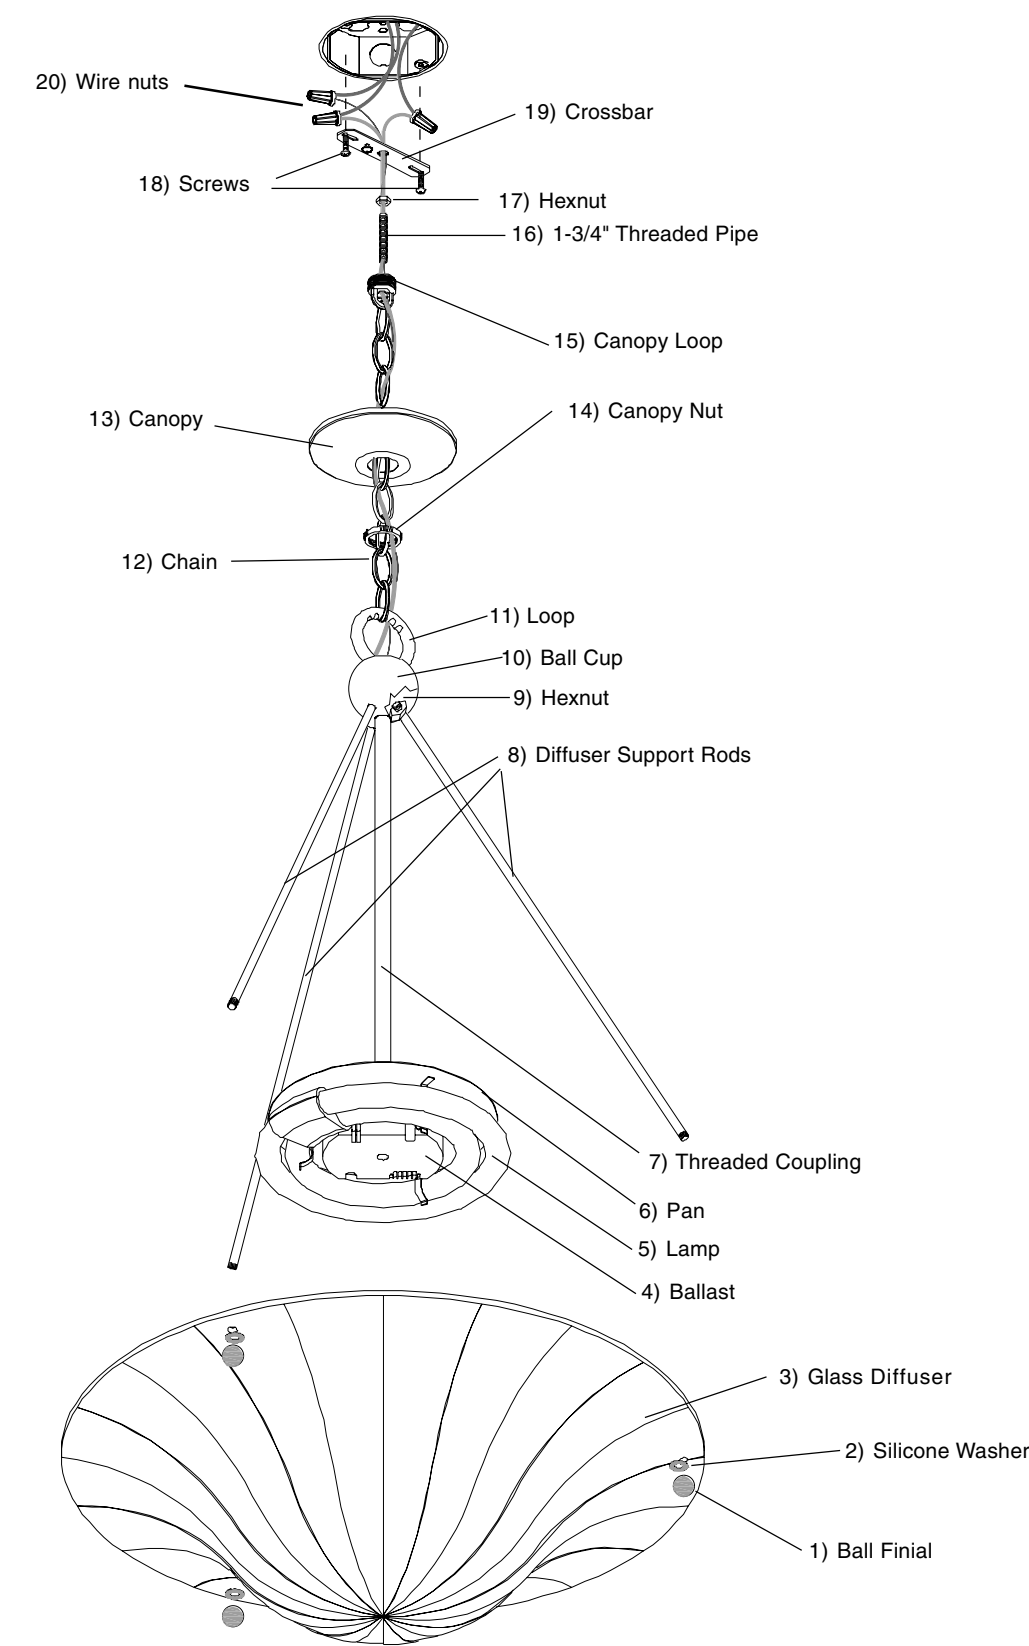

Figure 2
- 1. Remove fixture components and parts pack(s).** Check that all parts are included. **See Fig. 1 & Fig. 2.**
- 2. Thread end of Threaded Coupling (7) onto coupling of Pan (6).**
- 3. Install Diffuser Support Rods (8) to Ball Cup (10),** by threading end of rods through holes in Ball Cup and secure with Hexnuts (9).
- 5. Install Glass Diffuser (3)** by aligning end of Diffuser Support Rods with holes in Glass Diffuser and secure each rod with a Silicone Washer (2) and a Ball Finial (1).
- 6. Attach end link of Chain (12) to Loop (11). Note:** Use pliers to remove links to adjust Chain to desired length. Separate Canopy Nut (14) from Canopy Loop (15) and **thread Chain through Canopy Nut (14) & Canopy (13).** Set fixture assembly aside.
- 7. Install ceiling hardware: Thread Hexnut (17) about 1/2" onto end of Threaded Pipe and screw Threaded Pipe about 3/8" into center hole of Crossbar (19).** Tighten Hexnut against Crossbar to secure Threaded Pipe in place. **Thread opposite end of 1-3/4" Threaded Pipe (16) fully into Canopy Loop (15) and mount Crossbar to junction box with two 1-1/2" Screws (18).**
- 8. To hang fixture,** open end link of chain with pliers, take fixture assembly by the chain and hook end link of chain to Canopy Loop (15). Close link with pliers to secure fixture.
- 9. Route the ground & fixture supply wires** through every third link of chain, through Canopy Nut (14), Canopy Loop (15), and Threaded Pipe (16). **Trim fixture wires** to extend approximately 6" beyond Threaded Pipe and strip 1/2" insulation from ends of wires.
- 1. Remueva los componentes del luminario y paquete(s) de pieza(s).** Asegure que todas las piezas estén incluidas. **Vea Fig. 1 y Fig. 2.**
- 2. Rosque el extreme del Acoplador Roscado (7) al acoplador de la Cacerola (6).**
- 3. Instale las Varillas de Soporte del Difusor (8) a la Copa de Bola (10), roscando el extremo de las varillas a través de los agujeros en la Copa de Bola y asegure con Tuercas Hexagonal (9).**
- 5. Instale el Difusor de Cristal (3)** alineando el extremo de las Varillas de Soporte del Difusor con los agujeros en el Difusor de cristal y asegure cada varilla con una Arandela de Silicón (2) y un Finial Estérico (1).
- 6. Sujete el eslabón del extremo de la Cadena (12) al Lazo (11). Note:** Use alicates para remover eslabones para ajustar la cadena a la longitud deseada. Separe la **Tuerca del Espaciador de Sobrecielo (14)** del lazo del **Espaciador de Sobrecielo (15)** y **rosque la cadena a través de la Tuerca Espaciador de Sobrecielo (14) y el Espaciador de Sobrecielo (13).** Ponga la montura del luminario hacia un lado.
- 7. Instale herraje del techo: Rosque Tuerca Hexagonal (17) acerca de 1/2" en al extremo del Tubo Roscado y rosque el Tubo acerca de 3/8" en el agujero central de la Barra Transversal (19). Apriete la Tuerca Hexagonal contra la Barra Transversal para asegurar Tubo Roscado en su lugar. Rosque el extremo opuesto del Tubo Roscado (16) completamente en el Lazo del Espaciador de Sobrecielo (15) y monte la Barra Transversal a la caja de empalme con dos Tornillos de 1-3-4" (18).**
- 8. Para colgar el luminario,** abra el eslabón final de la cadena con alicates, coja la montura del luminario por la cadena y enganche el eslabón final de la cadena al Lazo del Espaciador de Sobrecielo (15). Cierre el eslabón con alicates para asegurar el luminario.
- 9. Encamine el alambre de hacer tierra y los alambres de suministro de electricidad del luminario a través de cada tercer eslabón de la cadena, a través de la Tuerca del Espaciador de Sobrecielo (14), a través del Lazo del Espaciador de Sobrecielo (15), y a través del Tubo Roscado (16).** Recorte los alambres del luminario que extiendan aproximadamente 6" más allá del Tubo Roscado y pele 1/2" del aislamiento de los extremos de los alambres.